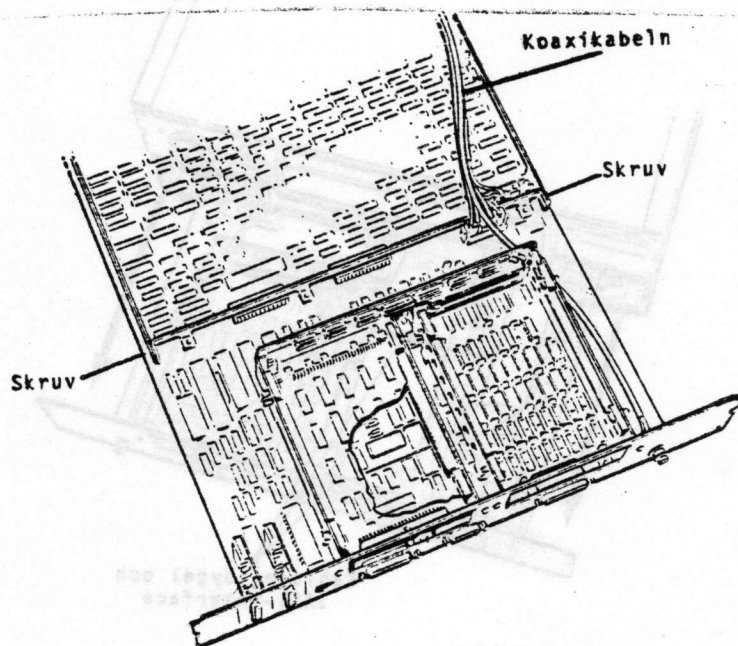

Bild 4
5. Skilj dator och videodel åt genom att lossa de två skruvarna och koaxialkabeln. Drag sedan försiktigt isär de två modulerna. (Bild 4).